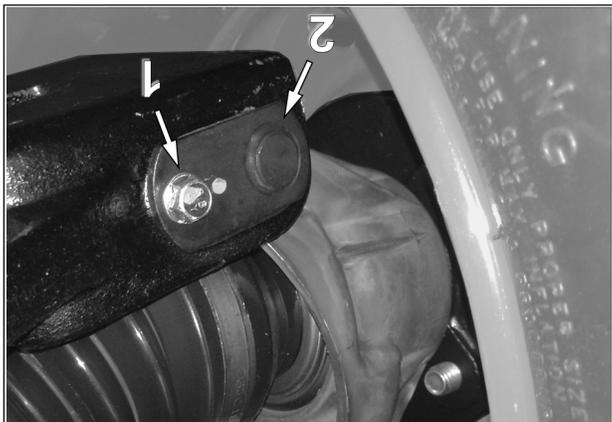

Fig. 6
5. Dévisser le boulon (1) et retirer l'axe d'articulation (2) qui relie le bras inférieur de suspension au moyeu de roue. Voir la Fig. 6